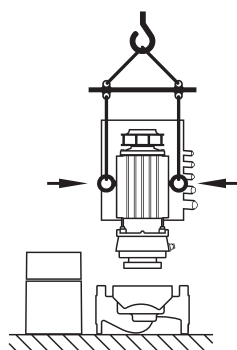

Fig. 25: Transporte del juego de introducción
- Si se trasladan las argollas de transporte de la brida del motor a la carcasa del mismo, éstas ya sólo se pueden usar para cargar o transportar el juego de introducción (Fig. 25), y no para transportar la bomba ni separar el juego de introducción de la carcasa de la misma (observe entonces el desmontaje previo y el montaje posterior de los espaciadores).